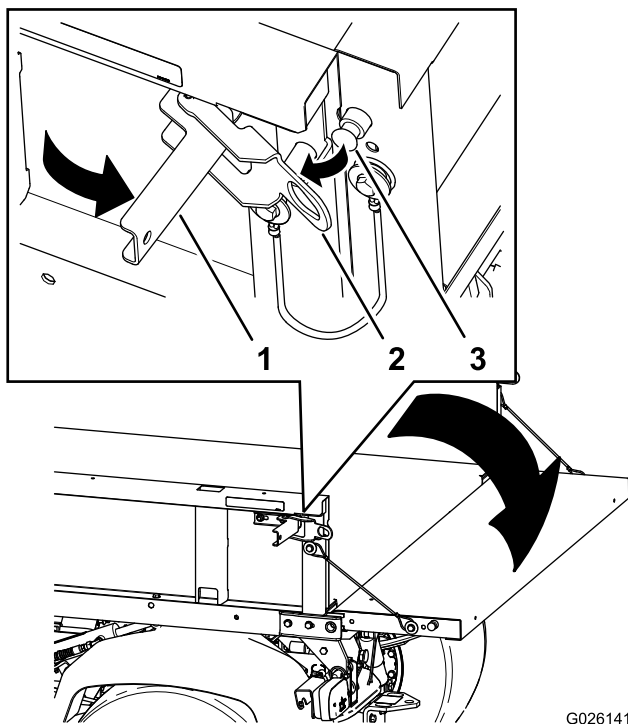

Рисунок 19
2. Откройте защелки на левой и правой сторонах кузова и опустите откидной борт (Рисунок 19).